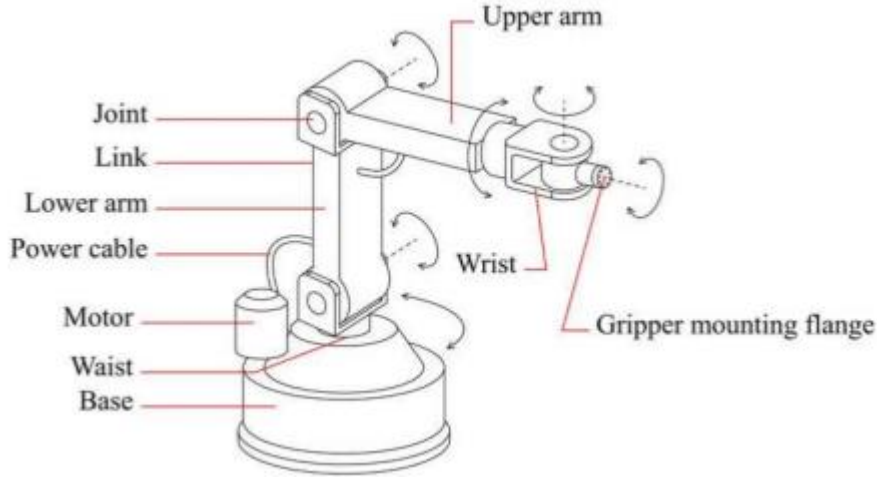

Figure 1.1: रोबोट एनाटॉमी (Robot Anatomy)
1.1.4 रोबोटची शरीररचना रोबोटिक प्रणाली बनविणार्या मुख्य घटकांना संदर्भित करते, प्रत्येक रोबोटच्या कार्ये करण्याच्या क्षमतेमध्ये विशिष्ट भूमिका बजावते. खाली रोबोटचे प्राथमिक घटक आहेत (Figure 1.1).